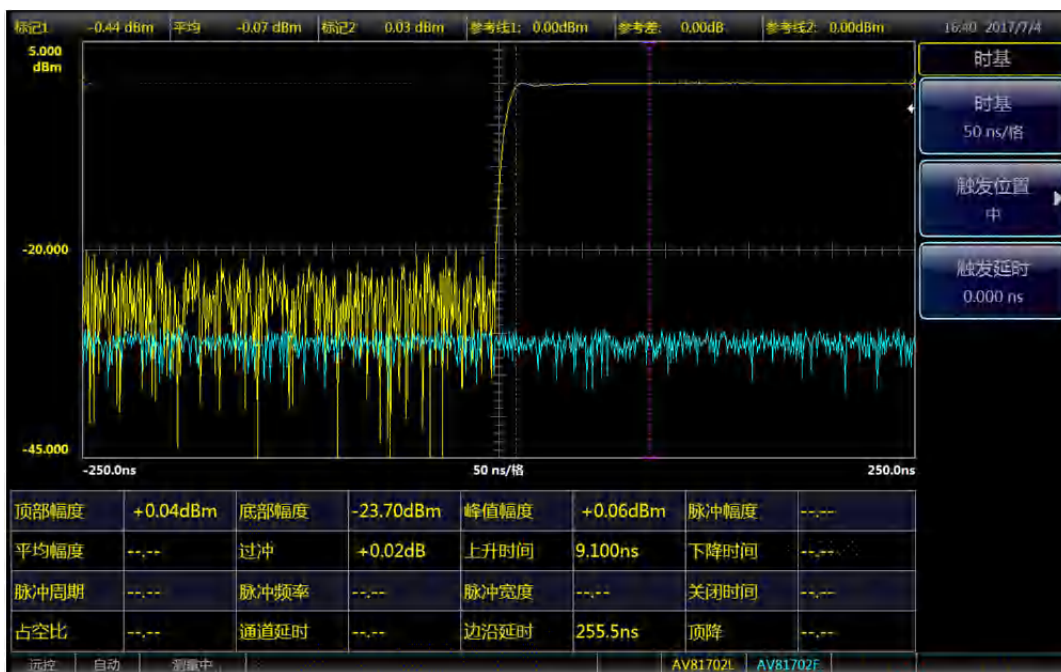

图 4.3 上升时间测试
- 设置【时基】> [时基] > [50ns/格], 如图 4.3 所示, 得到脉冲信号的上升时间。